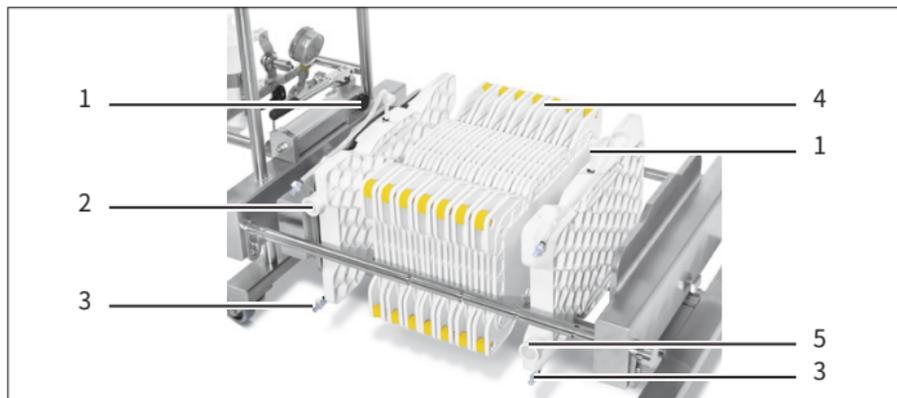

図6:パイロットフィルターホルダーにおける注入口マニホールドプレートと排水口マニホールドプレート間のカセット挿入。
- ▶ ホルダーのできるだけ低い位置にカセットを配置します(図6の4を参照)。
- ▶ 目的の数のSartobind® カセット(4)をマニホールドの間に配置します(図6を参照)。